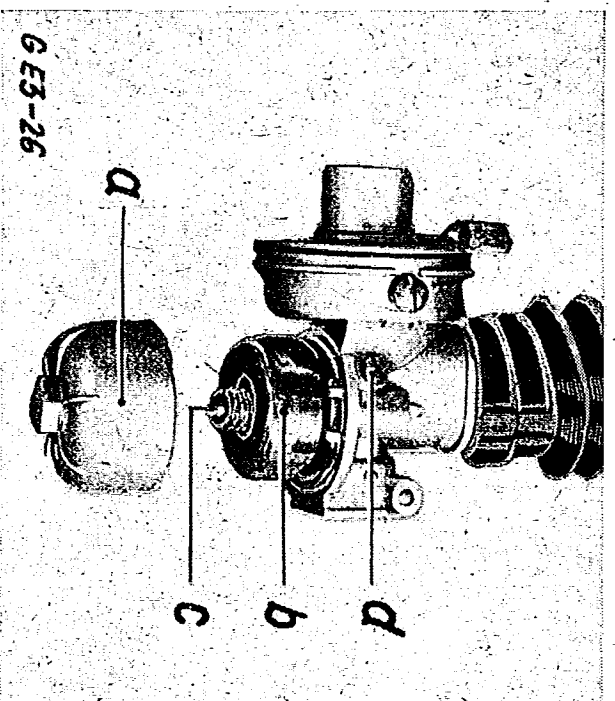

Bild 5. Vergaser zerlegt
3. Vergaser (siehe Bild 5): Um den Vergaser zu reinigen genügt es, außer dem Sieb, das von unten in die Tülle für den Kraftstoffschlauch eingesetzt ist, die Schwimmerkappe abzuschrauben und zu reinigen. Dies erfolgt mit einem Schlüssel (SW 14) an dem unten an der Schwimmerkappe befindlichen Sechskant.